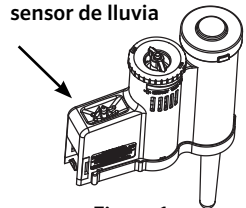

Figura 1
- La unidad se puede probar independientemente de la siguiente manera: Mantenga pulsado el pivote en la sección de respuesta rápida. A los tres segundos de mantener presionado el pivote, la LED que sobresale de la cápsula parpadeará una vez. Suelte el pivote y a los tres segundos la LED volverá a parpadear una vez (Figura 1).